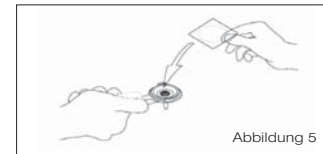

Abbildung 5
Setzen Sie das Sieb für Kaffeezialda's (flaches Sieb) in den Siebträger ein **7** bzw. verwenden Sie den Spezialsiebträger (10)(optional). Legen Sie die Kaffeezialda's in den Siebträger.(siehe Abbildung 5)